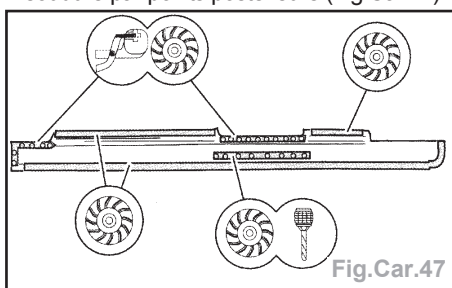

Fig.Car.47
- Percer les orifices nécessaires pour la soudure par points postérieure (Fig.Car.47).